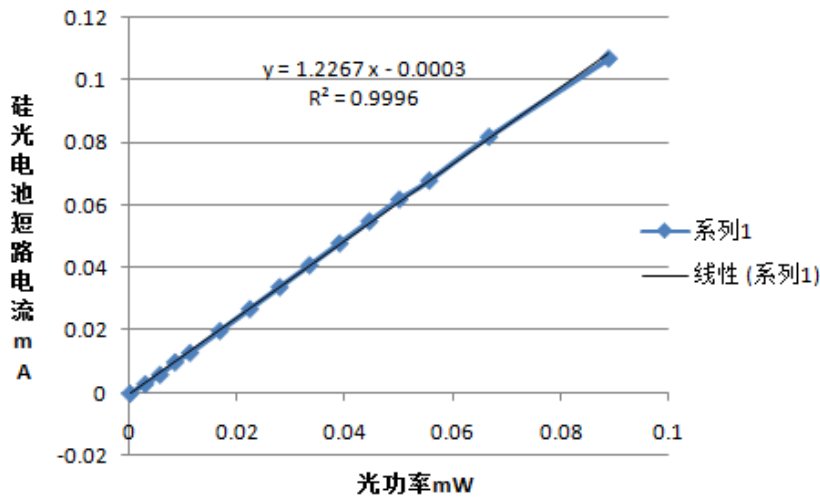

图 12 硅光电池短路电流与光照强度关系曲线
(2) 测量硅光电池的开路电压，如图 12 所示，K 拨向 Uoc，电压表 U 直接测量硅光电池两端电压。